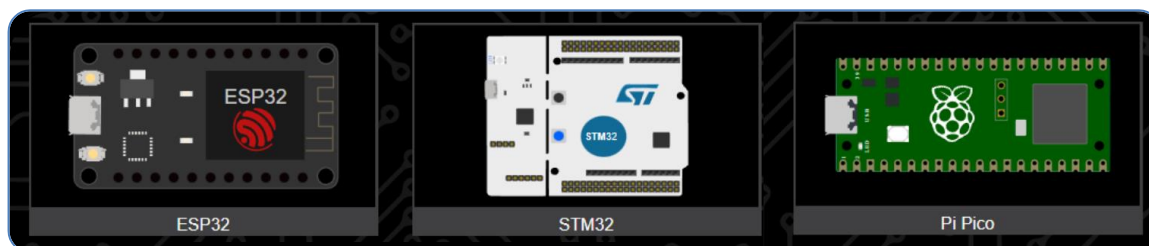

Рис. 1.11. Інші підтримувані платформи симулятором Wokwi
1. Створіть проект для будь-якої іншої платформи (рис. 1.11).